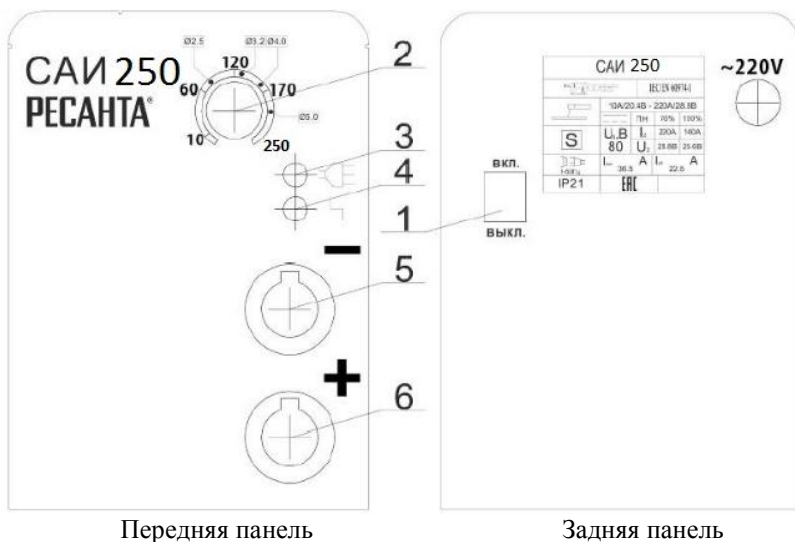

Рис. 6. Расположение элементов управления Ресанта САИ 250:
Изделие выполнено в металлическом корпусе. На передней панели имеется регулятор величины сварочного тока (рис.6 поз.2), индикатор "сеть" (рис.6 поз.3), индикатор "перегрев" (рис.6 поз.4), а также силовые разъемы подключения сварочных кабелей (рис.6 поз.5,6). Аппарат оснащен принудительной системой вентиляции, ввиду этого, категорически запрещается закрывать чем-либо вентиляционные отверстия в корпусе.
1. Присоединить к силовым клеммам (см. рис.6 поз. 5 и 6) аппарата кабель с электрододержателем и кабель заземления в зависимости от требуемой для данной марки электрода полярности. В большинстве случаев кабель с электрододержателем подсоединяется к плюсовой клемме, а кабель заземления (масса) к минусовой клемме.
2. Убедиться в том, что выключатель "Сеть" (рис.6 поз. 1) находится в положении "ВЫКЛ".
4. Убедиться в том, что регулятор (рис.6 поз. 2) находится в положении минимального сварочного тока.
5. Включить аппарат выключателем "Сеть" (рис.6 поз.1).
6. Вставьте необходимый электрод в электрододержатель регулятора величины сварочного тока (рис.6 поз. 2) установить требуемое значение, согласно вышеприведенных таблиц. Рекомендуется всегда следовать инструкциям производителя электродов, так как в ней указаны и полярность подсоединения кабелей, и оптимальный ток сварки.
7. После окончания производства сварочных работ установить регулятор (рис.6 поз. 2) в положение минимального сварочного тока.
8. Выключить аппарат выключателем "Сеть" (рис.6 поз.1).
2. Включить аппарат выключателем "Сеть" (рис.6 поз.1).
3. Вставьте необходимый электрод в электрододержатель регулятора величины сварочного тока (рис.6 поз. 2) установить требуемое значение.
8. После окончания сварочных работ установить регулятор (рис.6 поз. 2) в положение минимального сварочного тока.
9. Выключить аппарат выключателем "Сеть" (рис.6 поз.1).